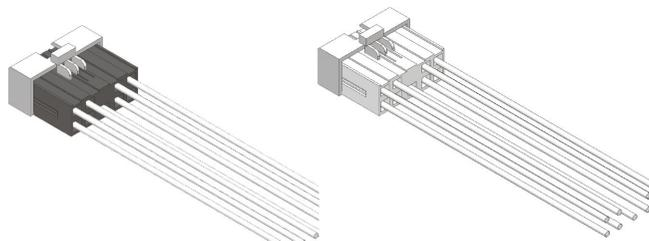

Figure 7. faisceaux d'alimentation équipements
- 2 faisceaux d'alimentation « bloc de puissance -équipements » (Figure 7.)